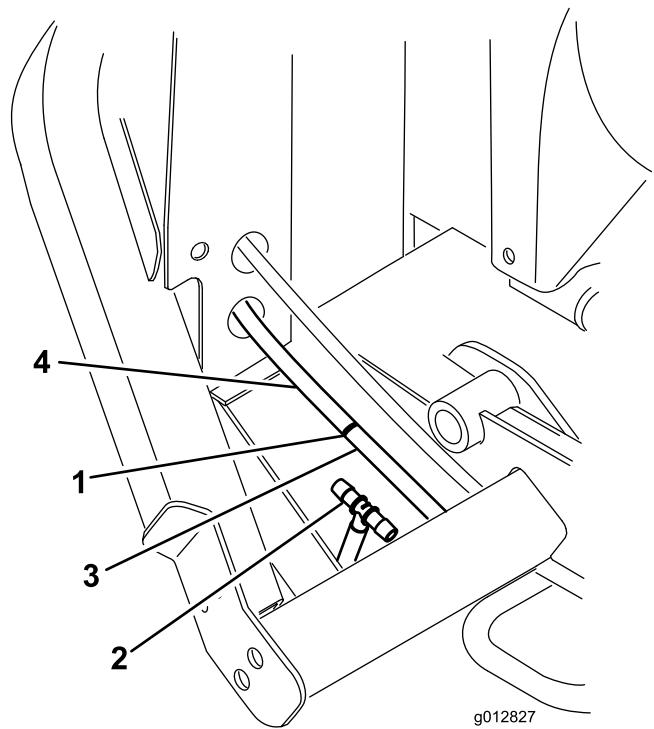

Figure 17
- B. Mesurez environ 12,7 cm à partir du cadre de radiateur et coupez le flexible de retour du refroidisseur d'huile (Figure 17).